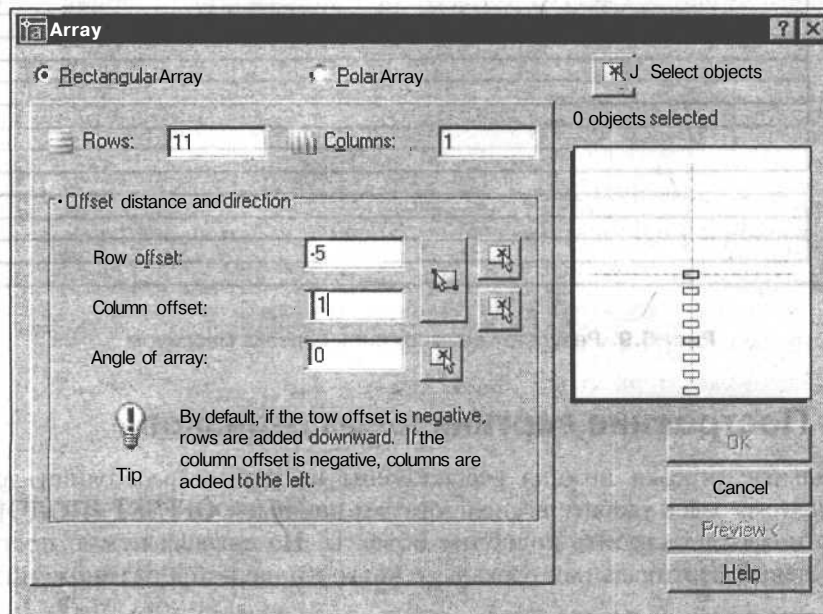

Рис. 5.8. Диалоговое окно размножения объектов массивом
1. Щелкните мышью на кнопке **Array** (Массив), расположенной на панели **Modify** (Редактирование). Появится диалоговое окно **Array** (Массив) (рис. 5.8).